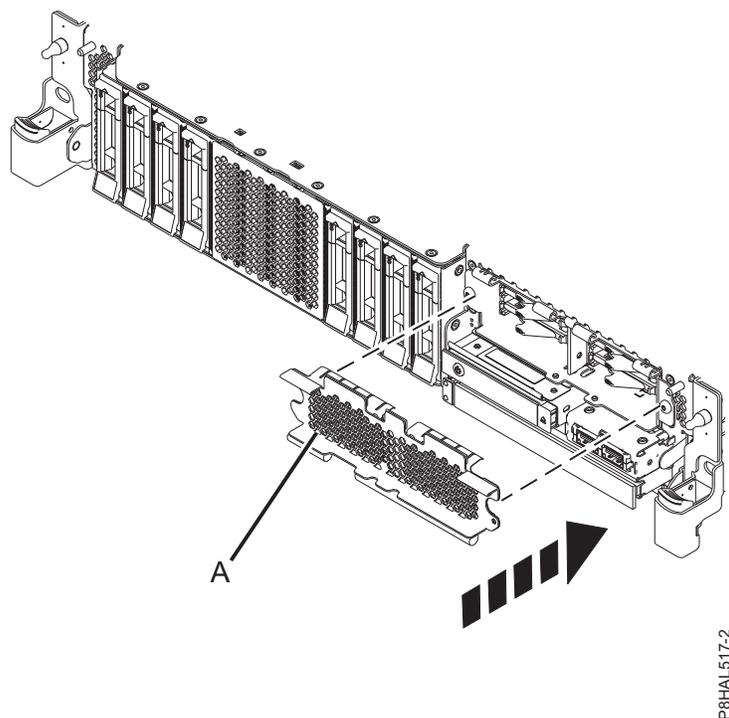

Figura 27. Tapar el receptáculo de SSD en un sistema de función ampliada
5. Si procede, cierre el receptáculo de SSD con la placa perforada (A) tal como se indica en la Figura 27.